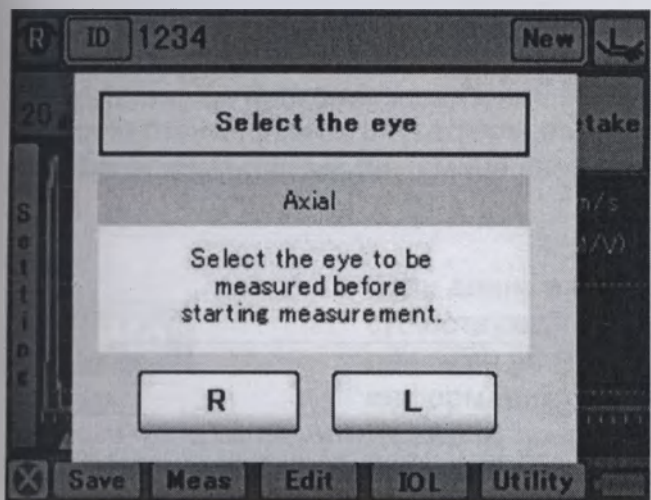

Рис. 3
- 3) Как только настройки были корректно выполнены, на дисплее появляется окно выбора глаза пациента (Рис. 3). Когда глаз выбран, на дисплее появляется окно измерения в рабочем режиме.